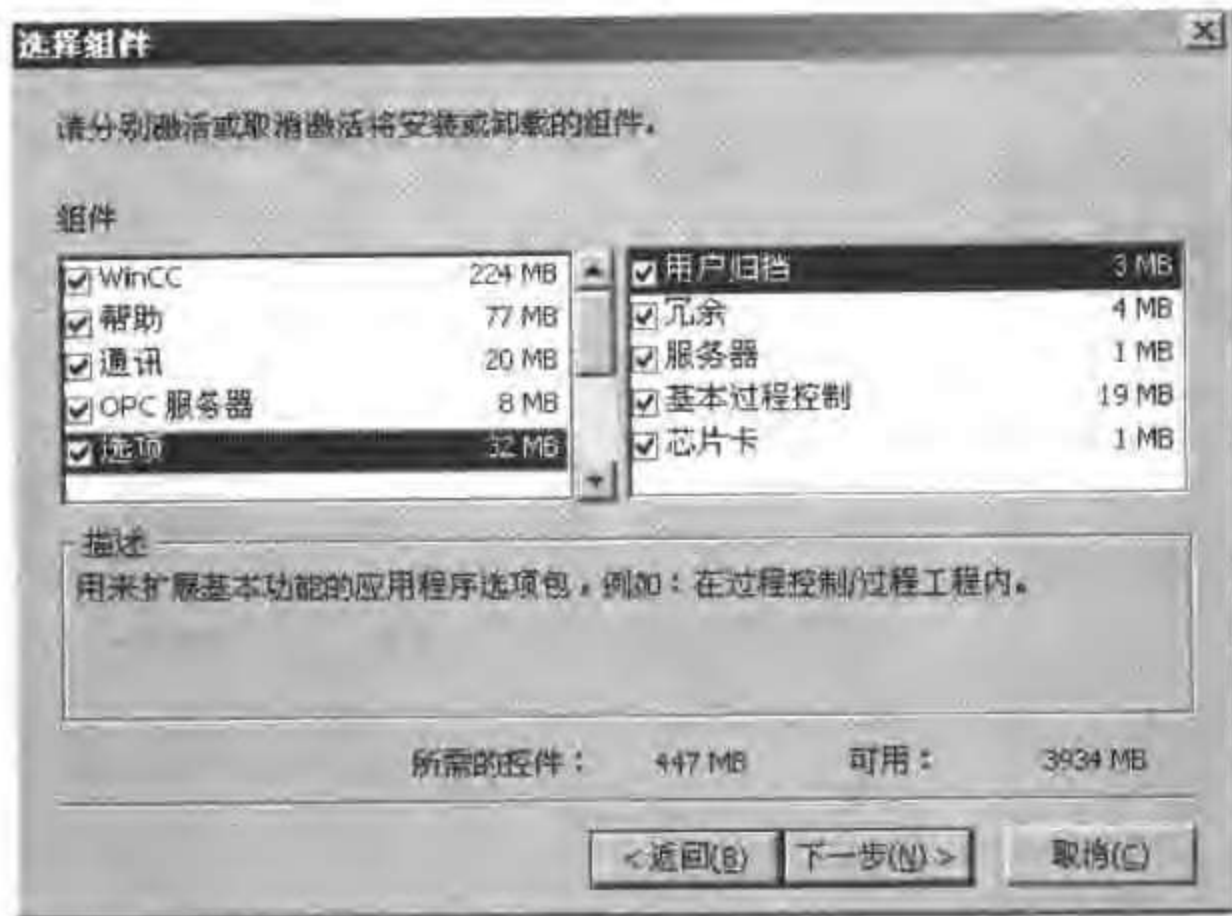

图 2-7 选择安装的组件
- 如选择“自定义安装”，则在如图 2-7 所示的“选择组件”对话框中选择需要安装的组件，单击“下一步”。